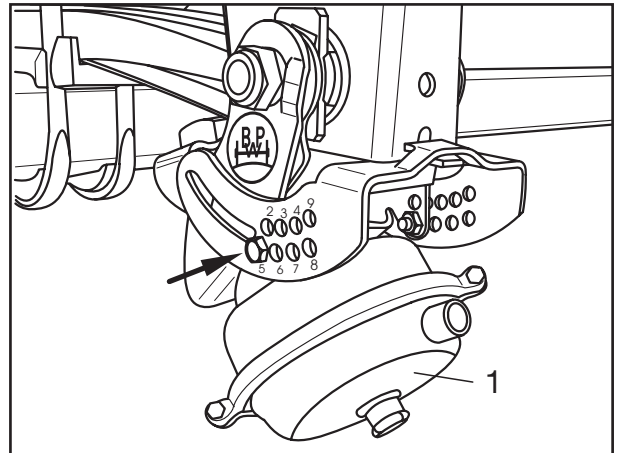
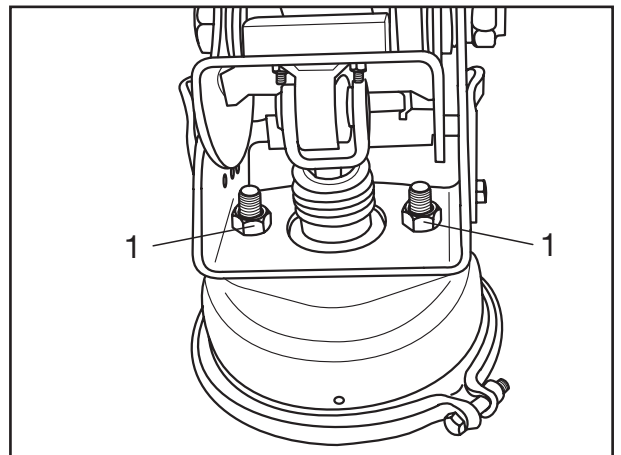

Fig. 16
Fig. 21
- [1] Achse unfallsicher abstützen und Luftfederung entlüften. Absteckposition notieren (Fig. 16/Pfeil).
- [2] Liftzylinder (Fig. 16/1) abbauen, dazu die beiden Sicherungsmuttern (Fig. 21/1) von den Gewindebolzen des Liftzylinders schrauben.
- [1] Support axle to prevent accidents and release air from air suspension system. Note the disconnecting position (Fig. 16/arrow).
- [2] Remove the lifting cylinder (Fig. 16/1), to do this unscrew the two lock nuts (Fig. 21/1) from the threaded bolts of the lifting cylinder.
- [1] Soutenir ce dernier de façon à éviter un accident et détendre la suspension pneumatique. Noter la position de fixation (fig. 16/flèche).
- [2] Déposer le cylindre de relevage (Fig. 16/1) ; pour ce faire, dévisser les deux écrous de sûreté (Fig. 21/1) des goujons filetés du cylindre de relevage.